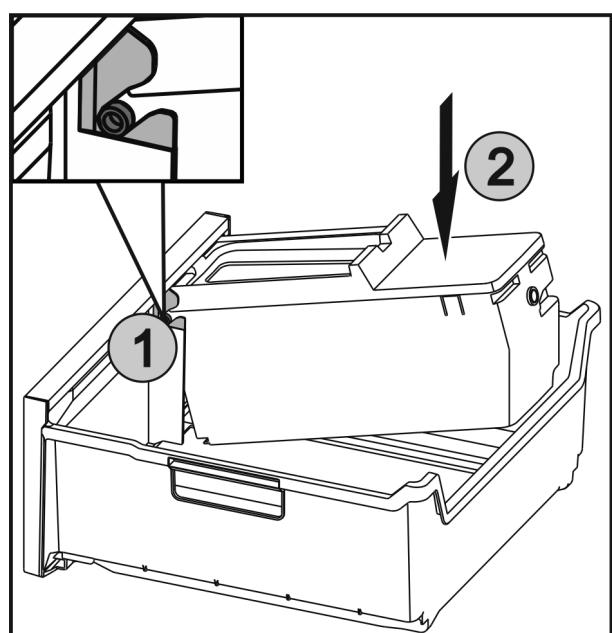

Fig. 53
- ▶ Вставить оси *Fig. 53 (1)* на EasyTwist-Ice в направляющие и вдавить заднюю сторону *Fig. 53 (2)* до фиксации накладки.